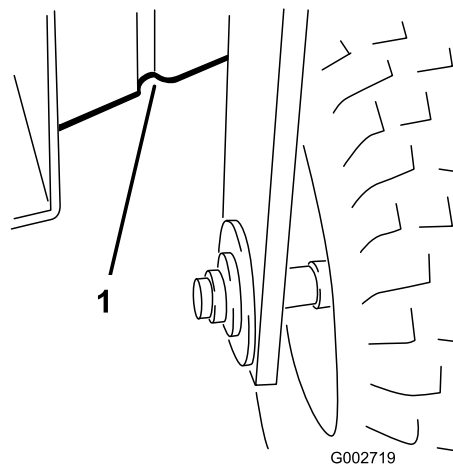

Figure 18
- À l'avant, sous le cadre et derrière la roue avant (Figure 18).